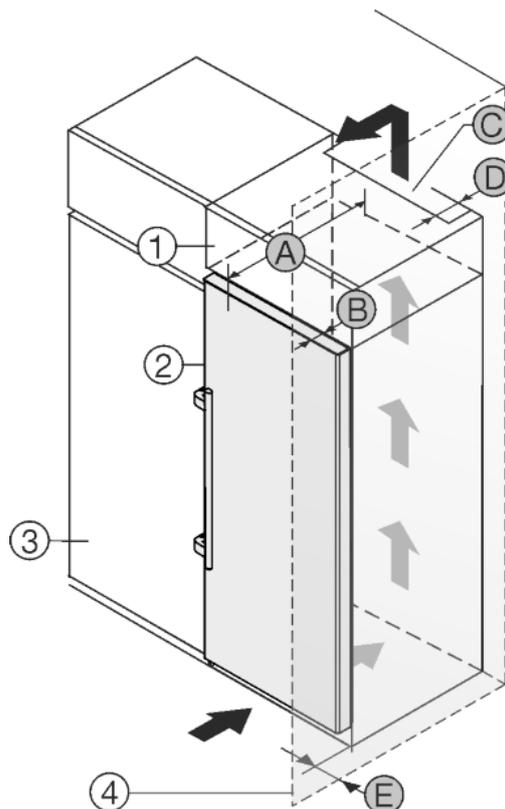

Fig. 30
L'apparecchio può essere incassato in mobili da cucina. Per adattare l'apparecchio Fig. 30 (2) all'altezza della cucina componibile, è possibile applicare sopra l'apparecchio un mobile da appoggio Fig. 30 (1).
L'apparecchio può essere installato direttamente accanto al mobile da cucina Fig. 30 (3). Per poter aprire completamente la porta, l'apparecchio deve sporgere almeno della profondità Fig. 30 (B) rispetto alla parte anteriore del mobile da cucina. L'apparecchio può sporgere ulteriormente a seconda della profondità dei mobili da cucina e dell'uso di distanziatori a parete.
- Sul retro del mobile da appoggio deve essere presente un vano di uscita dell'aria con profondità Fig. 30 (D) sull'intera larghezza del mobile da appoggio.
- Sotto al soffitto del locale deve essere rispettata la sezione di ventilazione Fig. 30 (C).
Se l'apparecchio è installato con le cerniere accanto ad una parete Fig. 30 (4), deve essere rispettata la distanza Fig. 30 (E) tra apparecchio e parete, che corrisponde alla sporgenza della maniglia con la porta aperta.